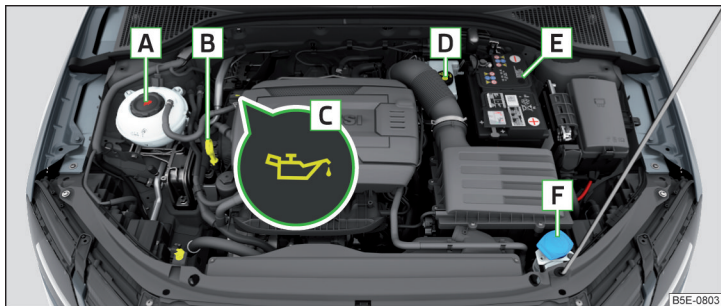

Abb. 315 Anordnungsbeispiel im Motorraum
- ▶ Den Deckel der Motoröleinfüllöffnung **C** abschrauben » Abb. 315 auf Seite 286.